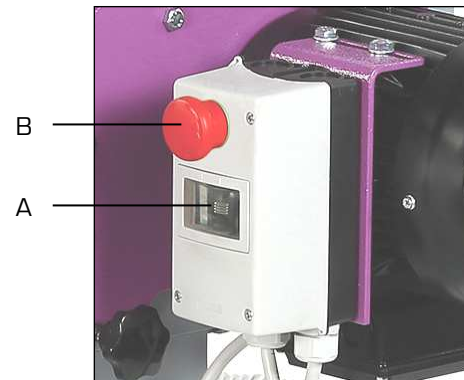

Figure 2
3. Déverrouiller l'arrêt coup de poing à accrochage (B fig.2).
4. Appuyer sur l'interrupteur « MARCHE » (A fig.2) pour mettre en fonctionnement la ponceuse et pour permettre à la bande d'atteindre sa vitesse maximum avant de commencer à usiner.
7. Approcher progressivement la pièce à usiner au contact de la bande en appui sur la butée de travail (A) ou sur le support d'outils (B).
- Appuyer sur l'arrêt coup de poing à accrochage (B fig.2) pour arrêter le fonctionnement de la ponceuse.